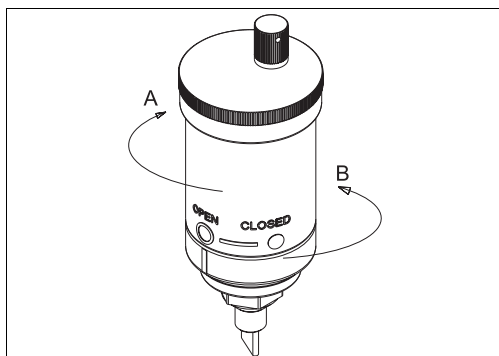

Рис. 13: Воздушный клапан в положении "открыто"
1. Перед заполнением системы убедитесь, что красная ручка клапана надежно закручена и сам клапан закрыт (closed) (см. рисунок 13) посредством поворота корпуса по часовой стрелке. Не прибегайте к использованию какого-либо инструмента, чтобы не повредить клапан.
4. Начните работу поворотом корпуса клапана против часовой стрелки в положение "открыто" (open) (см. рисунок 13).
1. Закройте клапан посредством поворота корпуса по часовой стрелке (closed) (см. рисунок 13).